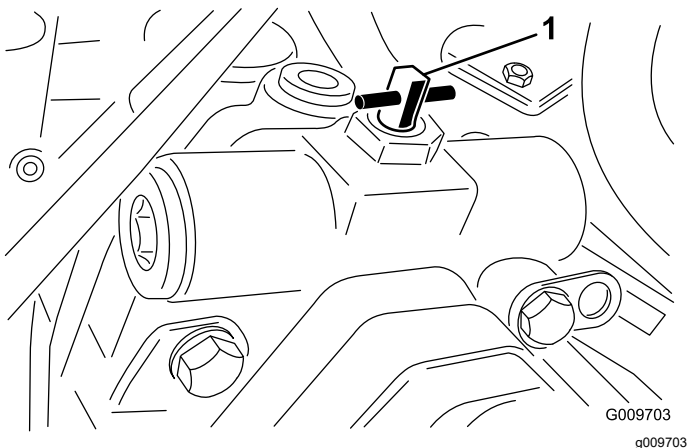

Figure 77
3. Tournez la vanne de dérivation à 90° (un quart de tour) dans un sens ou dans l'autre pour l'ouvrir et faire dériver le liquide à l'intérieur (Figure 77).
2. Tournez la vanne de dérivation à 90° (un quart de tour) dans un sens ou dans l'autre pour l'ouvrir et faire dériver le liquide à l'intérieur (Figure 77).